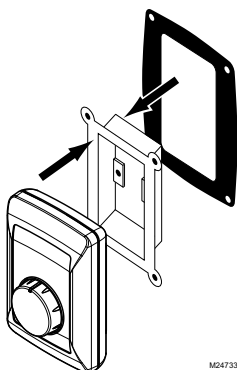

Fig. 14. Coloque la junta de espuma sobre la base.
4. Deslice la junta de espuma sobre la base. (Consulte la Fig. 14.)